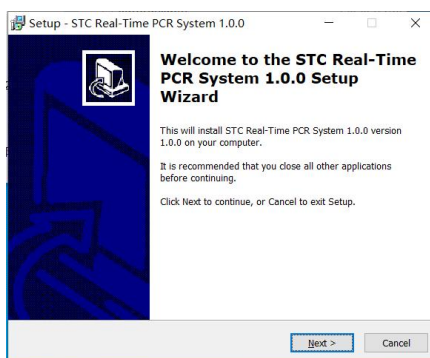

Fig 3-2
- ▶ Clic **Instalați STC 1.0.0** și veți vedea asistentul de instalare al programului. Faceți clic pe „Următorul” (Fig 3-2).